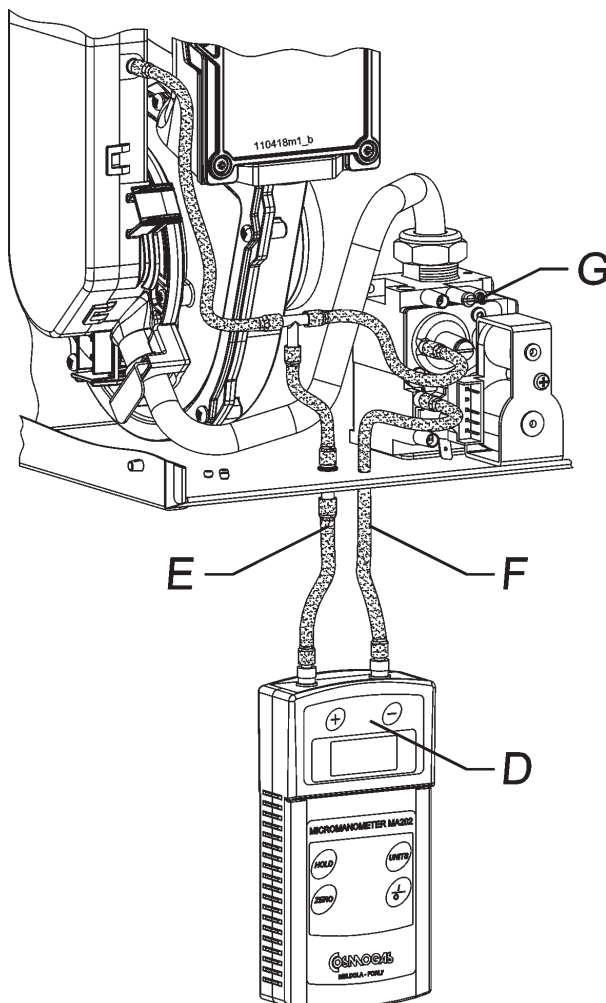

Figura 36 - Controllo pressione aria comburente
- inserire un tubo "F" che va dal manometro, passando per l'apertura del tappo "B", fino alla presa di pressione "C" (come da figura 36);
- il collegamento deve essere realizzato come da figura 36, rispettando scrupolosamente la polarità delle pressioni, evidenziata sul manometro;